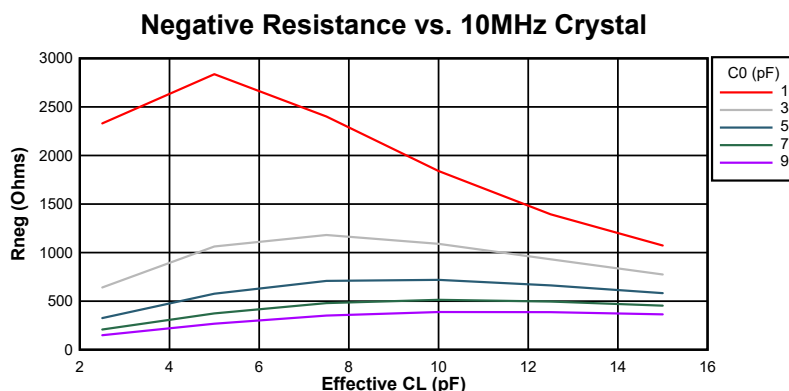
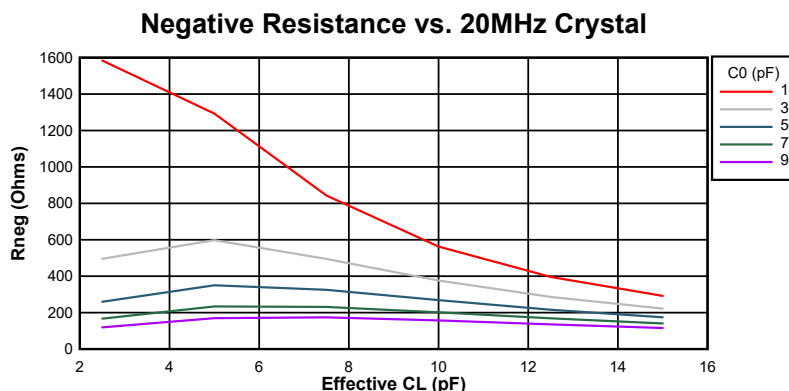

図 6-27. 10MHz 時の負性抵抗変動
図 6-28. 20MHz 時の負性抵抗変動
図 6-27 および 図 6-28 に、このデバイスの負性抵抗と水晶振動子の間の関係の変動を示します。グラフからわかるように、水晶振動子の並列容量 (C0) と実効負荷容量 (CL) は電気発振回路の負性抵抗に大きな影響を及ぼします。これらは代表的なグラフであるため、設計上考慮すべき最小値および最大値については、表 6-5 を参照してください。